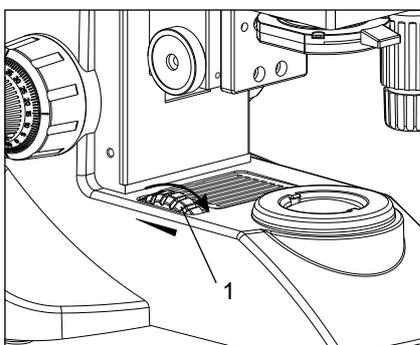

Fig. 6
2. Ruotando la manopola di regolazione l'intensità della luce (fig. 6) in direzione della freccia aumenta la luminosità e di rotazione in direzione opposta diminuisce la luminosità. Le cifre intorno alla manopola di indicare l'intensità leva.